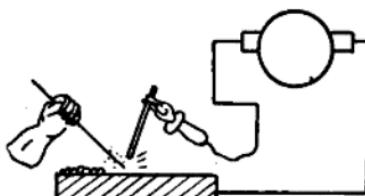

图4. 碳精电极电弧焊
2. **炭精电极电弧焊**。施焊时不用金属电极，而代之以炭精电极；另外将条状金属材料伸入电弧中，熔化后形成焊波，如图 4 所示。